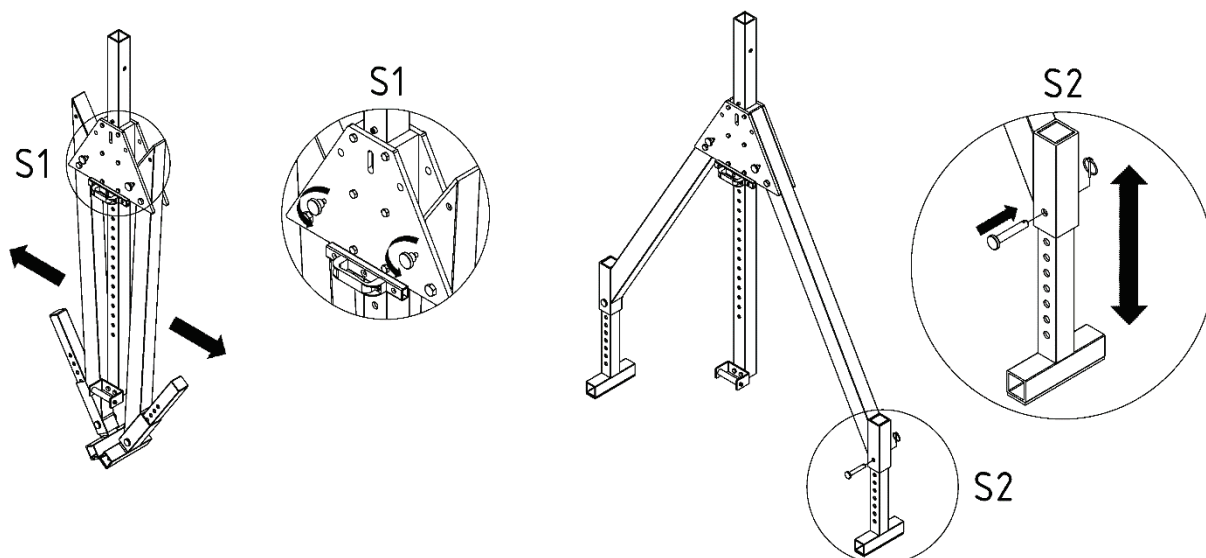
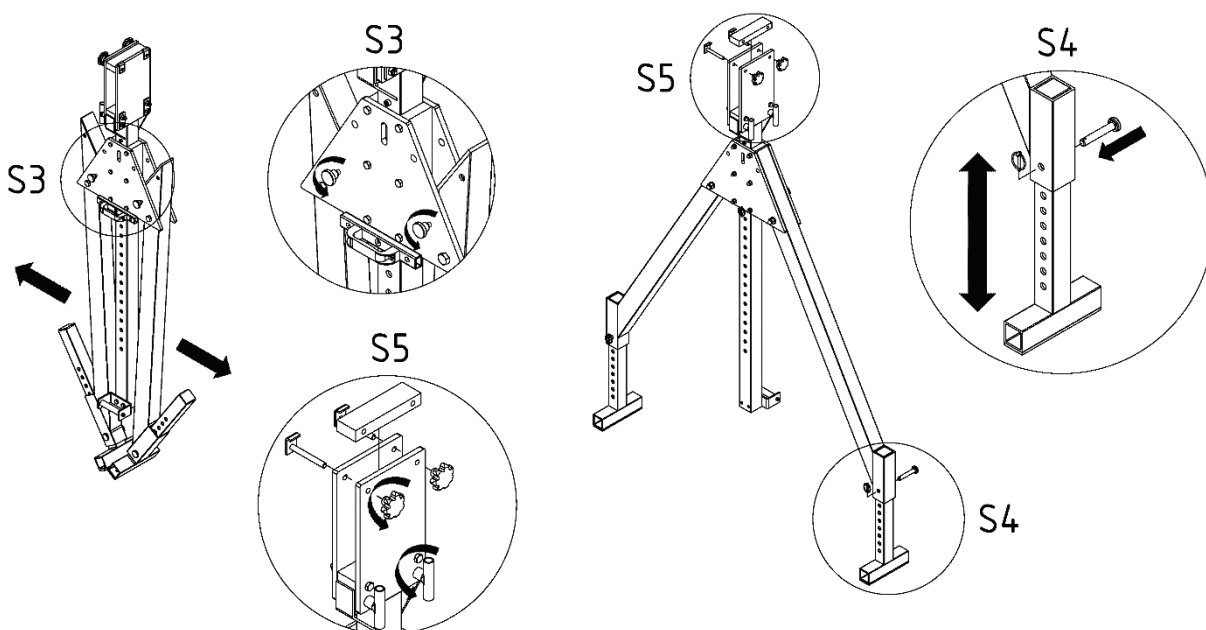

Fig. 1
Fig. 2
- 7.1 Løsne fingerskruene som vist i fig. 1 og fig. 2.
- 7.2 Løsne spennskrue 2 som vist i fig. 2.